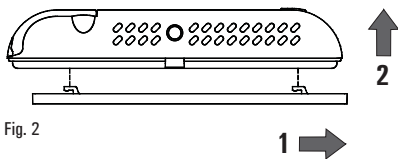

Fig. 2
- 1 Sganciare la piastra a muro innestata sotto la base del termostato come indicato in Fig. 2.